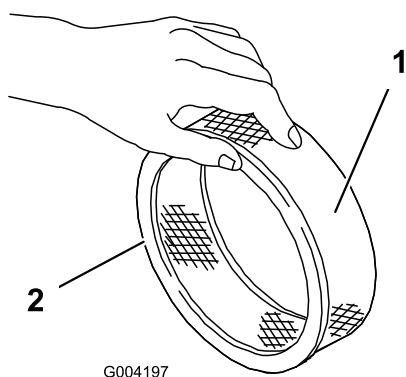

Рисунок 21
5. Слегка постучите бумажным фильтром о плоскую поверхность для удаления пыли и грязи (Рисунок 21).
1. Осторожно наденьте фильтр предварительной очистки из вспененного материала на бумажный элемент (Рисунок 21).